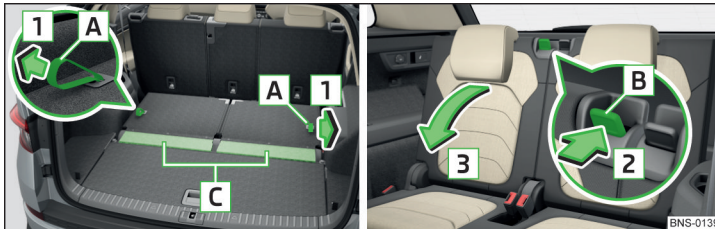

Abb. 95 Sitzlehnen hochklappen/herunterklappen
- Zum **Hochklappen** an der Schlaufe **A** in Pfeilrichtung **1** ziehen » Abb. 95. Die Sitzlehne muss nach dem Hochklappen hörbar einrasten.